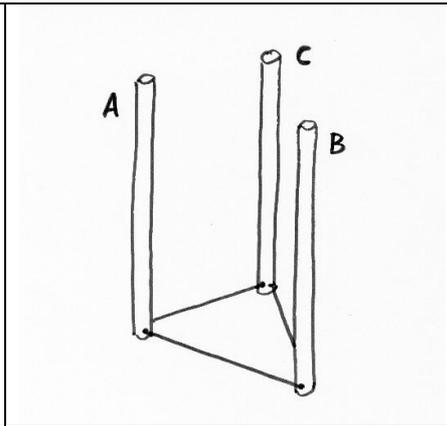

Fig. 2
- 3- Percer des trous de 5mm à la base de chaque tube et relier ceux ci par des ficelles de 1m70, de façon à matérialiser le grand triangle isocèle. (Fig. 2)